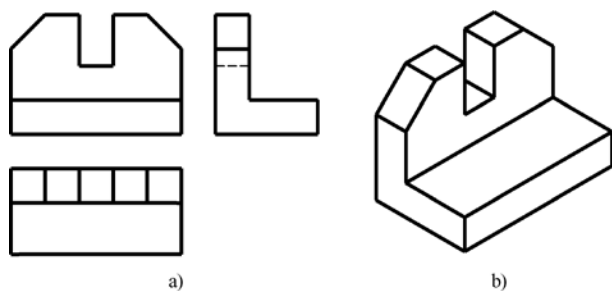

图 5-38 绘制正等测图
4) 根据物体的三视图，绘制其正等轴测图，如图 5-38 所示。